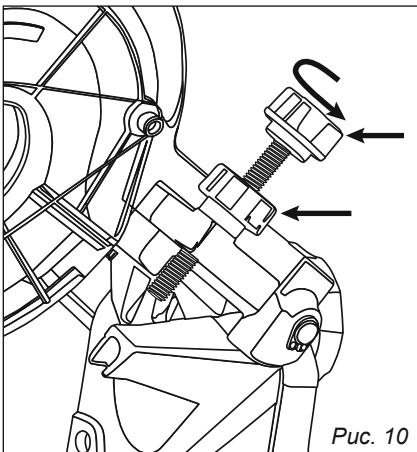

Рис. 10
7.5. Регулировка глубины заточки (рис. 10)